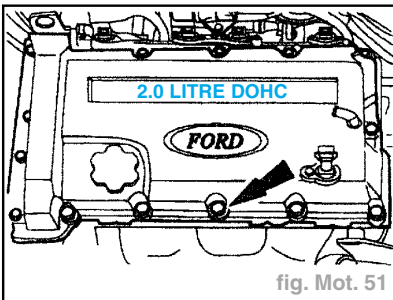

fig. Mot. 51
- Déposer le couvre-culasse (11 vis, 4 écrous) (fig. Mot. 51).